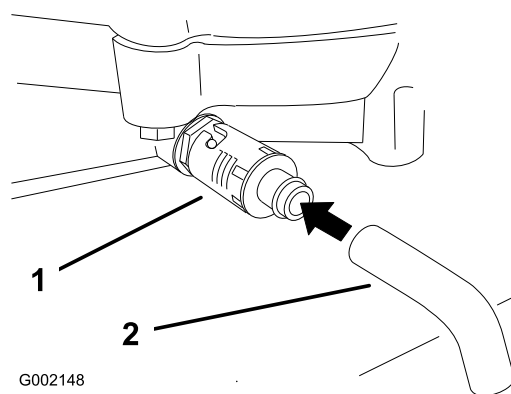

Figura 25
4. Collocate una bacinella sotto lo spurgo. Girate la valvola di spurgo dell'olio per lasciare defluire l'olio (Figura 25).